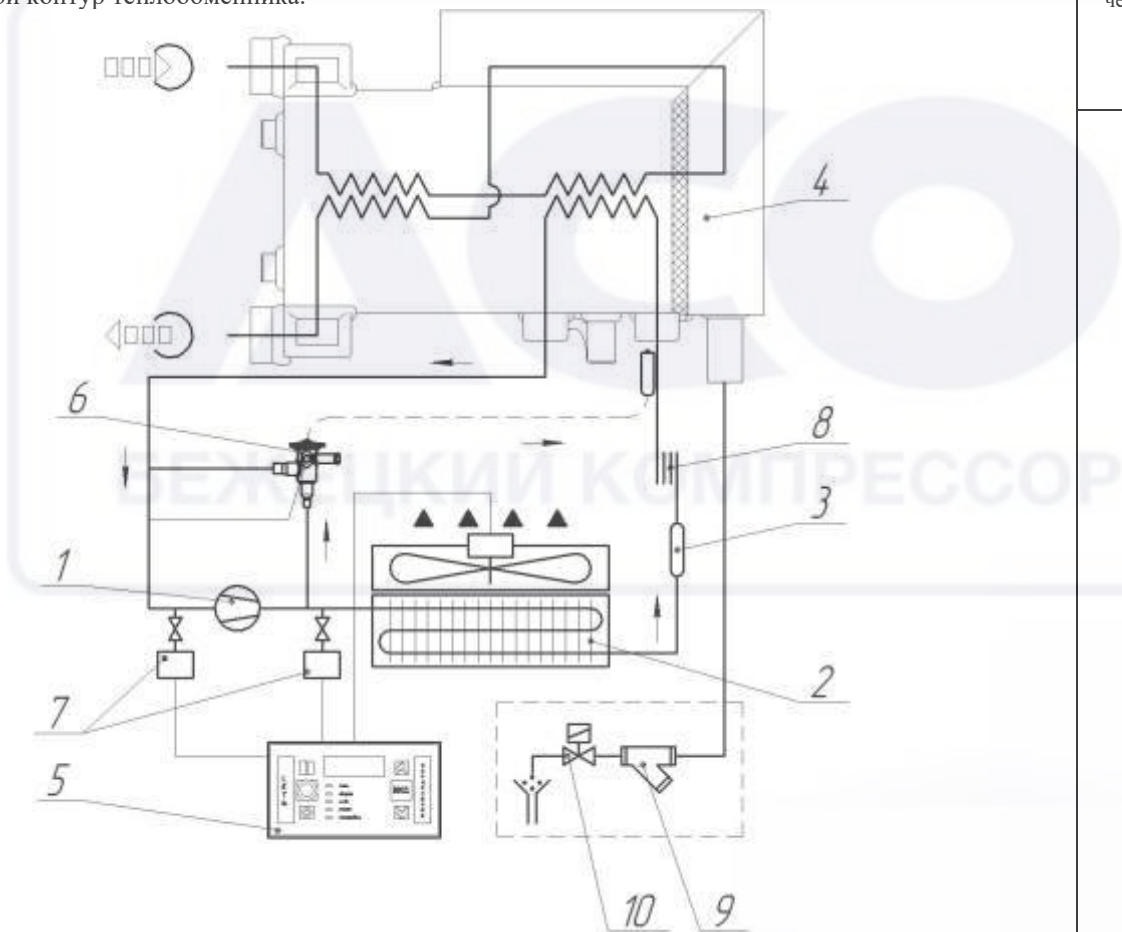

Рисунок 3 – Холодильный контур
4.1 Осушитель рис. 3 представляет собой конструкцию алюминиевого теплообменника, размещенного в блоке осушения 4. В первом контуре теплообменника из сжатого воздуха удаляется вода путем его охлаждения до температуры приблизительно  $+3^{\circ}\text{C}$  и удаления образующегося при этом конденсата. С целью предотвращения образования конденсата на наружной поверхности трубопроводов системы циркуляции, обрабатываемый сжатый воздух перед выходом его из осушителя подвергается предварительному подогреву. Для этого он прогоняется через второй контур теплообменника.
4.1.1 Компрессор 1 (рис. 3) является активным элементом осушителя и обеспечивает циркуляцию хладагента по холодильному контуру за счет сжатия паров хладагента от давления кипения до давления конденсации.
4.1.3 Устройство слива конденсата предназначено для удаления конденсата образующегося при охлаждении сжатого воздуха в блоке осушки. Устройство состоит из электромагнитного клапана 10 (рис.3) и сантехнического фильтра 9 (рис 3). Сигнал на управление электромагнитным клапаном подается блоком автоматического управления 5.
4.1.4 Регулятор производительности 6 (рис. 3) перепускает часть горячего газа (из количества нагнетаемого газа компрессором) в трубку полости между испарителем и всасыванием компрессора, поддерживая постоянное значение температуры/давления кипения фреона около  $+2\text{ }^{\circ}C$ . Такое перепускание газа полностью исключает образование льда внутри испарителя в полости сжатого воздуха при любых нагрузках.
4.1.7 Фильтр-осушитель 3 (рис. 3) размещается перед капиллярной трубкой, задерживает все технические загрязнения и пары влаги, исключая их циркуляцию и вступление в химические реакции